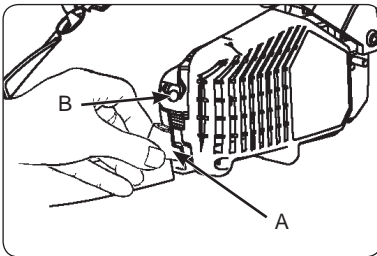

Abb. 21
2. Ziehen Sie die Klemme (A) aus der Zündkerze (B), indem Sie sie gleichzeitig ziehen und drehen (Abb. 21).